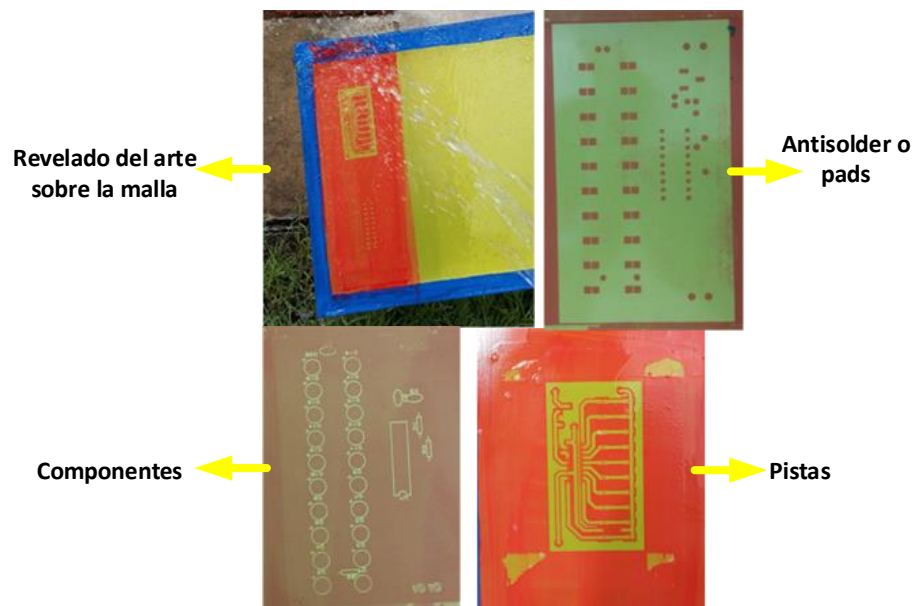

Figura 21. Revelado del arte en la tela del bastidor.
- Conecte la manguera a una llave de agua y genere una ligera presión, aplique agua a la tela del bastidor, hasta que se observen las pistas bien definidas en la tela como se muestra en la figura 21.